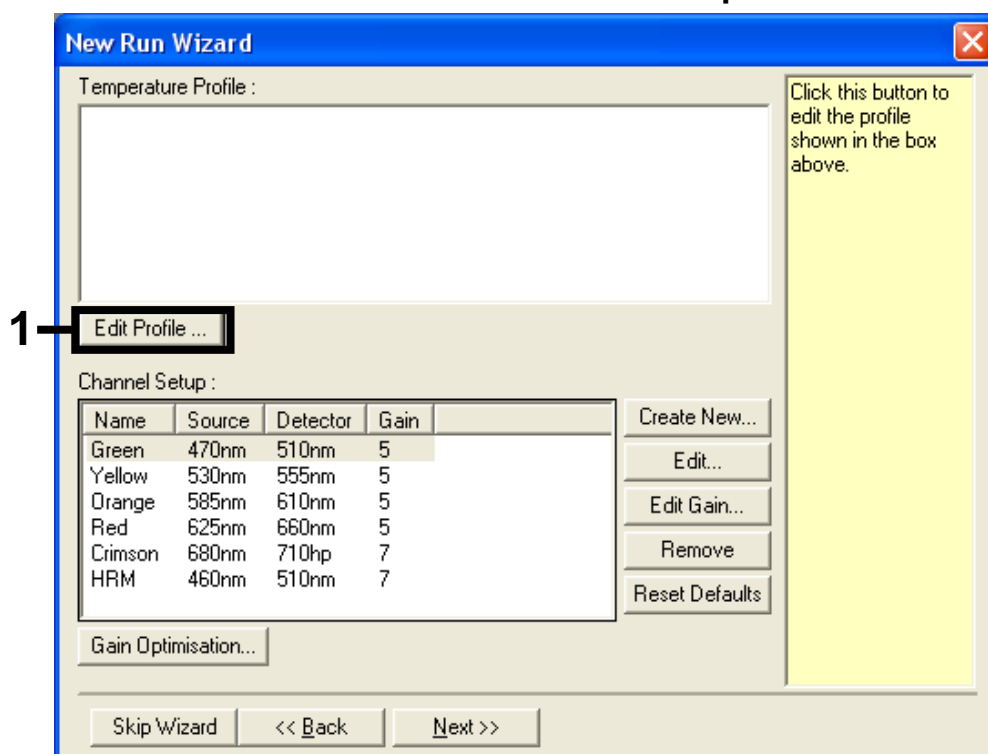

Figure 3. Modification du profil.
6. Cliquer sur le bouton « Edit Profile » (modifier profil) dans la boîte de dialogue « New Run Wizard » (assistant nouvelle analyse) suivante (Figure 3) puis programmer le profil de température conformément aux informations contenues dans les étapes suivantes.